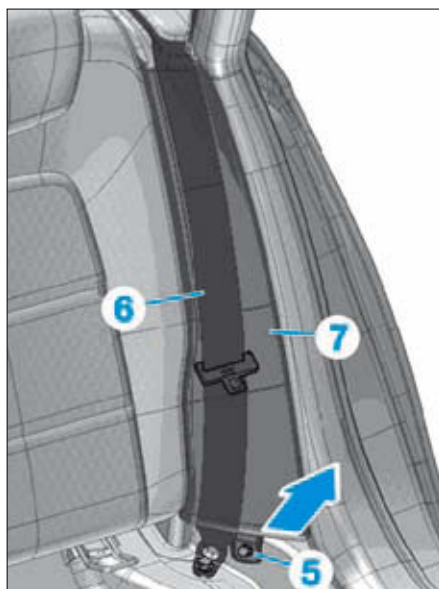

FIG. 12
- la vis (5) de l'airbag latéral (Fig.12).
- Maintenir la ceinture de sécurité (6) sur le côté.
- Tirer la partie inférieure de l'airbag (7) vers l'avant.